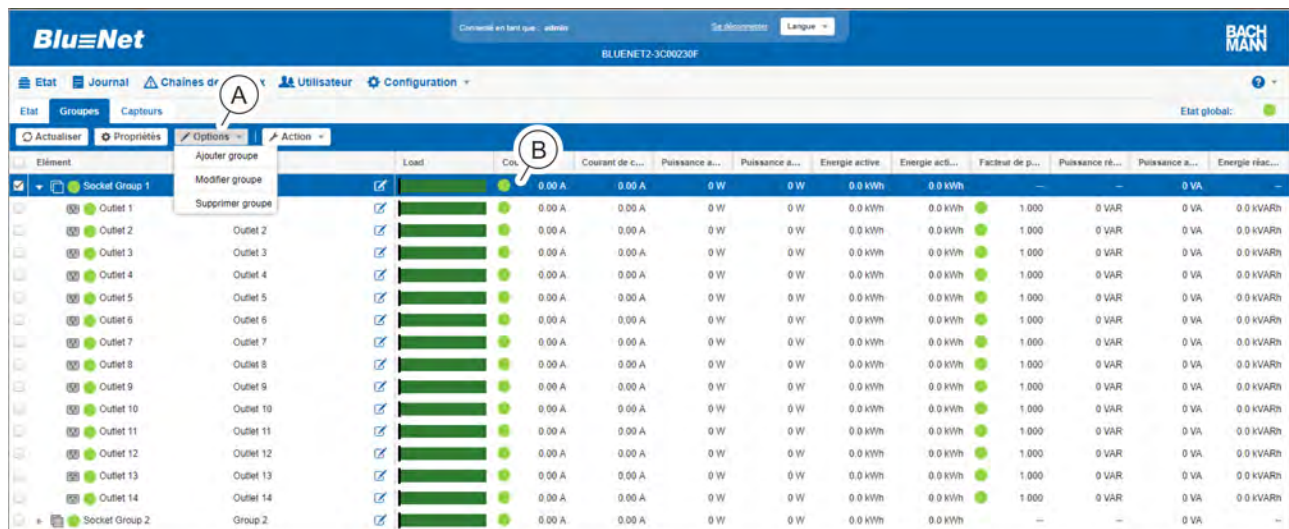

Fig. 110 : Menu « État » – Onglet « Groupes »
3. ➤ Pour créer un nouveau groupe de prises, sélectionner « Options ➔ Ajouter des groupes » (Fig. 110 /A).
Pour modifier un groupe existant, sélectionner le groupe souhaité (Fig. 110 /B) et sélectionner le menu « Options ➔ Modifier groupe » (Fig. 110 /A).
Pour supprimer un groupe de prises, sélectionner le groupe de prises souhaité (Fig. 110 /@) et sélectionner le menu « Options → Supprimer groupe » (Fig. 110 /A). Une boîte de dialogue apparaît alors et comporte une question qui doit être confirmée.